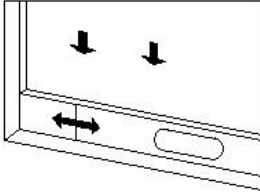
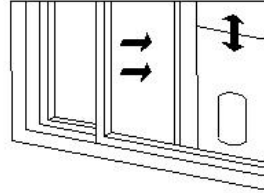

Figure 2
Figure 3
1) Ouvrez la fenêtre à moitié et montez la plaque d'étanchéité de la fenêtre sur la fenêtre (comme illustré par la Figure 2 et la Figure 3). Les composants peuvent être placés dans la direction horizontale et verticale.